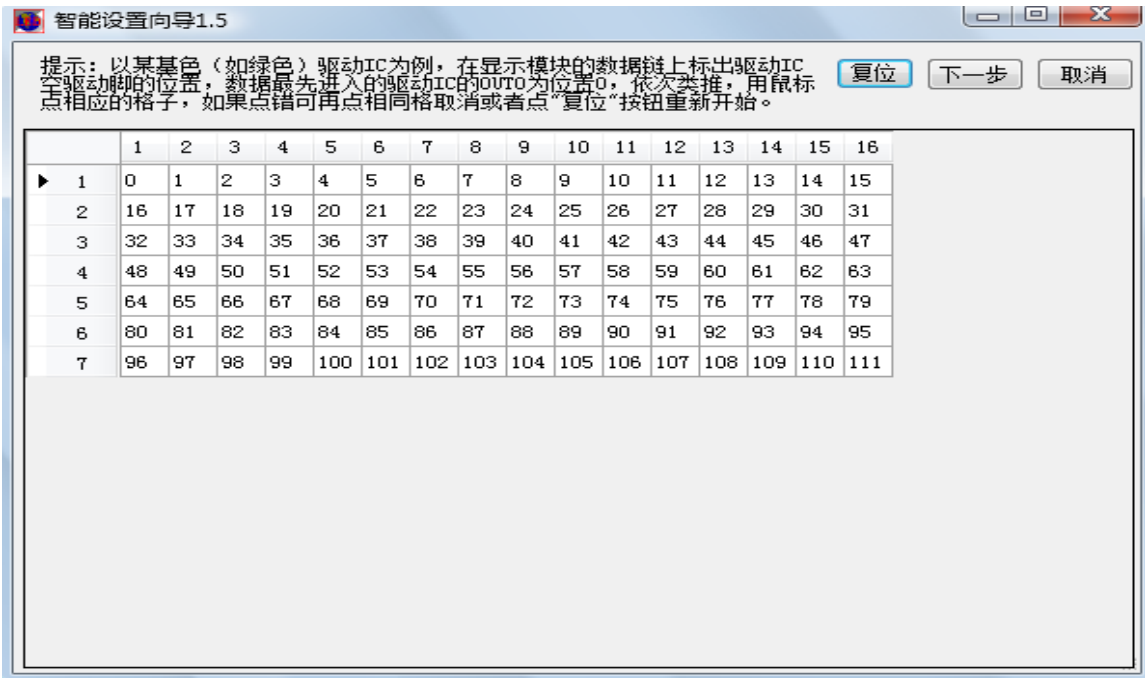

图 9.
两个脚， 则空脚数要填“14”。如果空脚不为零，则点击下一步时，进入智能向导 1.5. 如下图 9.，
8. 如图 9 所示，每个方格是表示驱动 IC 的一个脚， 每行表示一个 16 通道的驱动 IC，第一列表示 IC 的 OUT15，第十六列表示 IC 的 OUT0，最后一行表示数据输入口的第一个 IC， 倒数第二行表示是数据输入口的第二个 IC，一此类推， 第一行是表示数据输入口的最后一个 IC. 所以选出你空脚 IC 的位置。 选完啦会有提示，点确定及下一步进入智能设置向导 2。